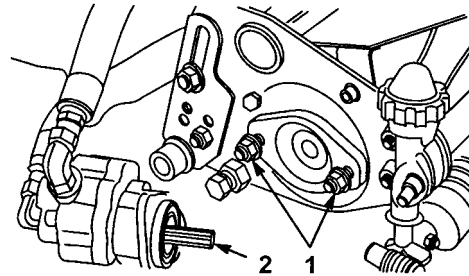

図 8
ネジ山を13 mm程度突き出させておく（図8）。
4. カッティングユニットとリールモータのカバーを取る。リールモータのシャフトのスプライン部にグリスを塗布し、モータを時計方向にひねってスタッドを一回かわし、逆にひねってモータのフランジをスタッドに結合させ、ナットを締める（図8）。